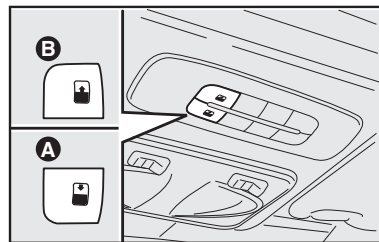

fig. 84
O funcionamento do teto solar apenas ocorre com a chave de ignição na posição **MAR**. Os comandos **A e B-fig. 84** próximos da luz interna dianteira comandam as funções de abertura/fechamento do teto solar.
Pressionar o botão **B-fig. 84** e mantê-lo pressionado, o painel de vidro do teto solar ficará na posição “spoiler”. Pressionar novamente o botão **B-fig. 84** e, agindo no comando por mais de meio segundo, se inicia o movimento do vidro do teto, que prossegue automaticamente até o fim de curso. O vidro do teto pode ser bloqueado numa posição intermediária agindo novamente no botão.
A partir da posição de abertura completa, pressionar o botão **A-fig. 84** e, atuando no botão por mais de meio segundo, o vidro dianteiro do teto ficará automaticamente na posição “spoiler”. Pressionar novamente o botão **A-fig. 84**
- pressionar o botão **A-fig. 84** para fazer com que o teto, a impulsos, se feche totalmente;